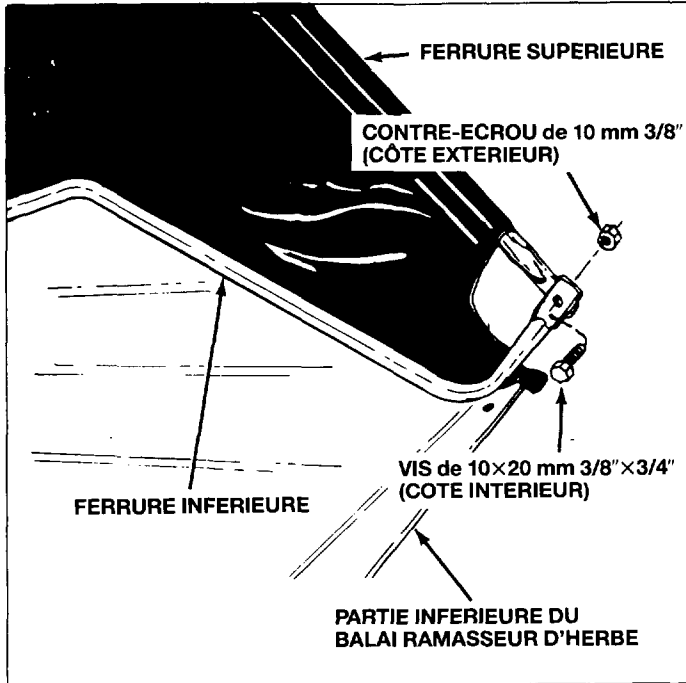

Fig. 17
- Placez les ferrures inférieures montées dans la partie inférieure du réservoir d'herbe, comme le montre la figure 17.
- Assemblez les extrémités supérieure et inférieure à l'aide de deux vis à tête hexagonale de 10×20 mm (3/8"×3/4") (sur le côté intérieur) et de deux contre-écrous de 10 mm (3/8") (sur le côté extérieur). Voir la figure 17. Ne les serrez pas trop fort pour que l'assemblage à vis puisse s'articuler entre les extrémités supérieure et inférieure des ferrures.